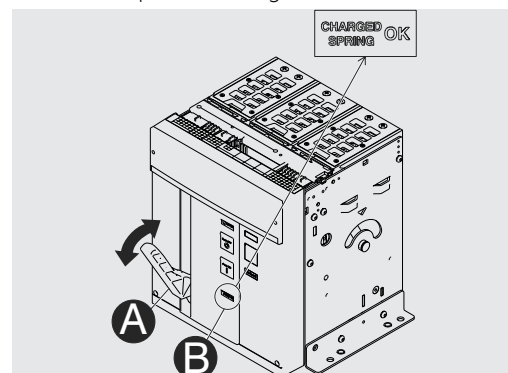

Figure 75
2. Bandage des ressorts - Tirer le levier [A] vers le bas plusieurs fois tant l'indicateur de ressorts bandés [B] devient "jaune - CHARGED SPRING" comme indiqué dans la Figure 75.